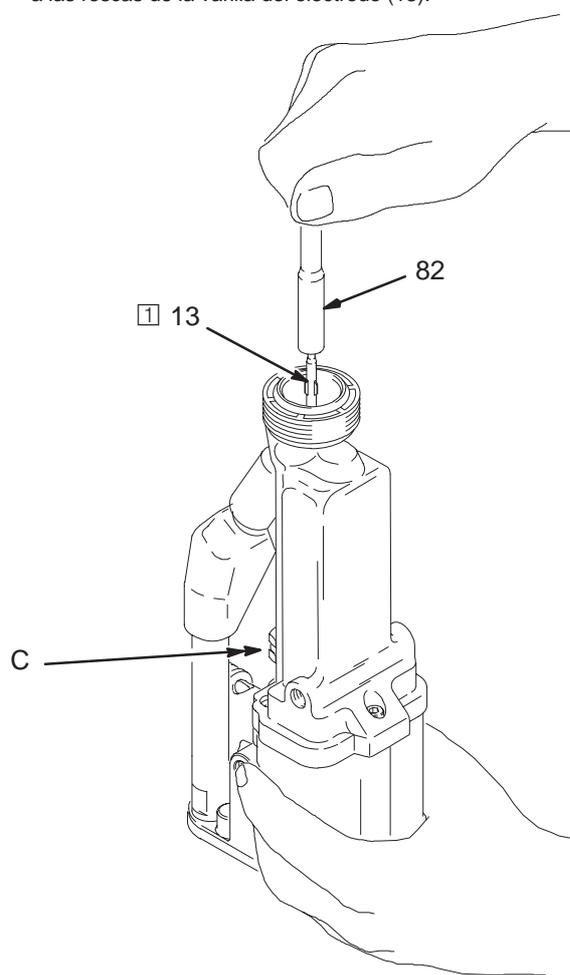

Fig. 26
6. Cerciorarse de que la aguja del electrodo (13) está correctamente apretada. Consulte la Fig. 26.
3. Desenrosque y saque la aguja del electrodo (13) con la llave para electrodo (82). Vea la Fig. 26. Tenga cuidado de no dañar el cable de contacto.